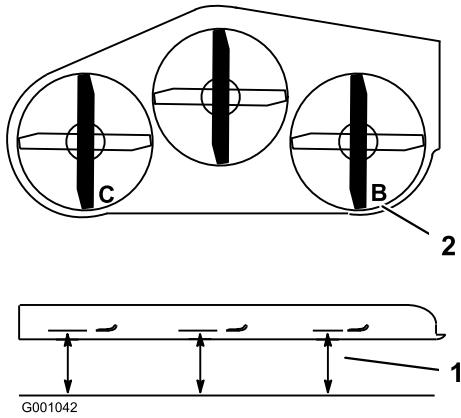

Figure 76
1. Tournez la lame droite dans le sens longitudinal (Figure 76).
2. Mesurez la distance au point **B** entre la surface plane et le tranchant de la pointe de la lame droite (Figure 76).
4. Tournez la lame gauche dans le sens longitudinal (Figure 76).
5. Mesurez la distance au point **C** entre la surface plane et le tranchant de la pointe de la lame gauche (Figure 76).